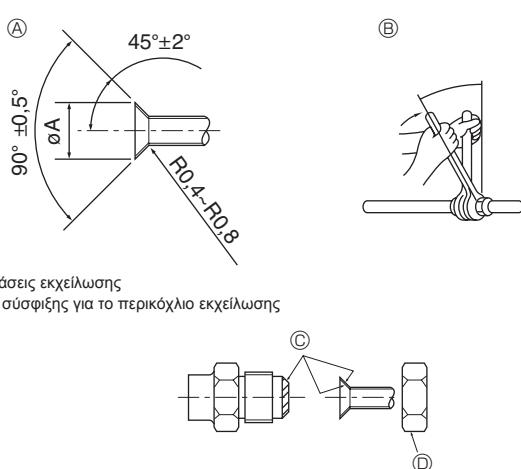

Fig. 4-1
(A) (Fig. 4-1)
(B) (Fig. 4-1)
- Πριν βιδώσετε το περικόχλιο εκχείλωσης απλώστε στο σωλήνα και στην κοινή επιφάνεια που επικάθεται λεπτό στρώμα από ψυκτικό λάδι. (Fig.4-1)
- Χρησιμοποιήστε δύο κλειδιά για να σφίξετε τις συνδέσεις των σωλήνων. (Fig.4-1)
- Αλείψτε με ψυκτικό λάδι ολόκληρη την επιφάνεια στα διαπλατυσμένα τμήματα. (Fig.4-1)
- Χρησιμοποιήστε τα παξιμάδια ρακόρ για το παρακάτω μέγεθος σωλήνα. (Fig.4-1)